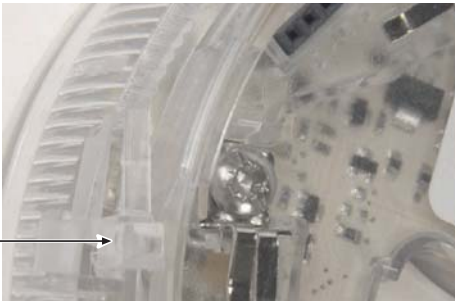

Fig. 3 Colocación del dispositivo de bloqueo.
- 5) Coloque el dispositivo de bloqueo (suministrado) a la base, presionándolo hasta que esté completamente asentado. Véase la Fig. 3.
- 5) Encaixe o dispositivo de travamento (fornecido) na base, pressionando-o até que esteja totalmente fixado. Ver Fig. 3.